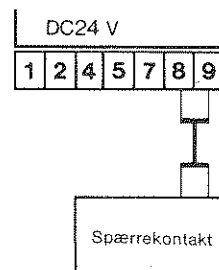

Fig. 18
- tilslutning til klemme 8 og 9 jvf. fig. 18.